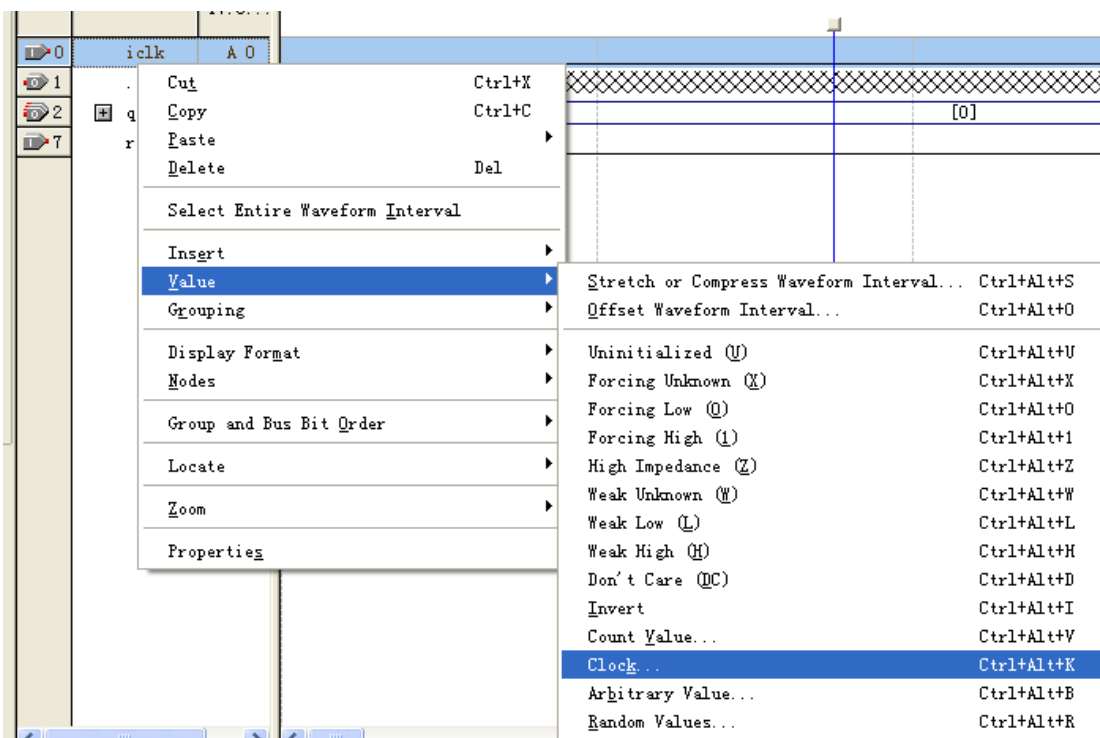

图 3-26 将 iclk 改为方波
15. 将 iclk 设为方波。右击 iclk 信号，选择 value->clock..，如图 3-26 所示。